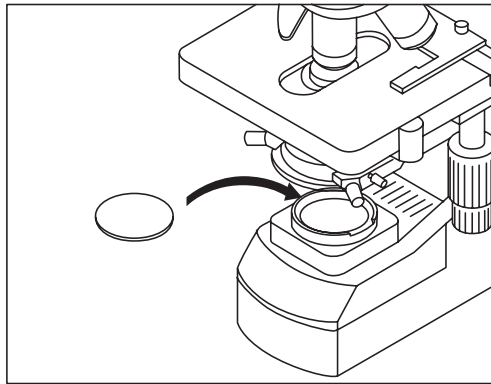

Figura 13.
- Coloque el filtro necesario delante del condensador (Figura 13).